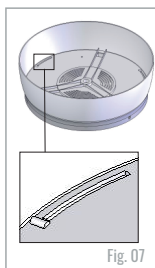
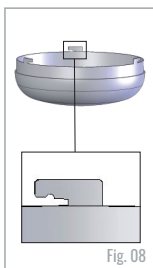

Fig. 07
Fig. 08
1º - Encaixe a trava do lustre no Prato Superior (17) fig. 07. Trava do Lustre (08) fig. 08.
3º - Gire o lustre (08) no sentido horário segurando o Prato Superior (17) de maneira que a trava do lustre (fig. 08) se prenda na trava do lustre no Prato Superior (17) fig. 07, travando assim o lustre, conforme fig. 10.